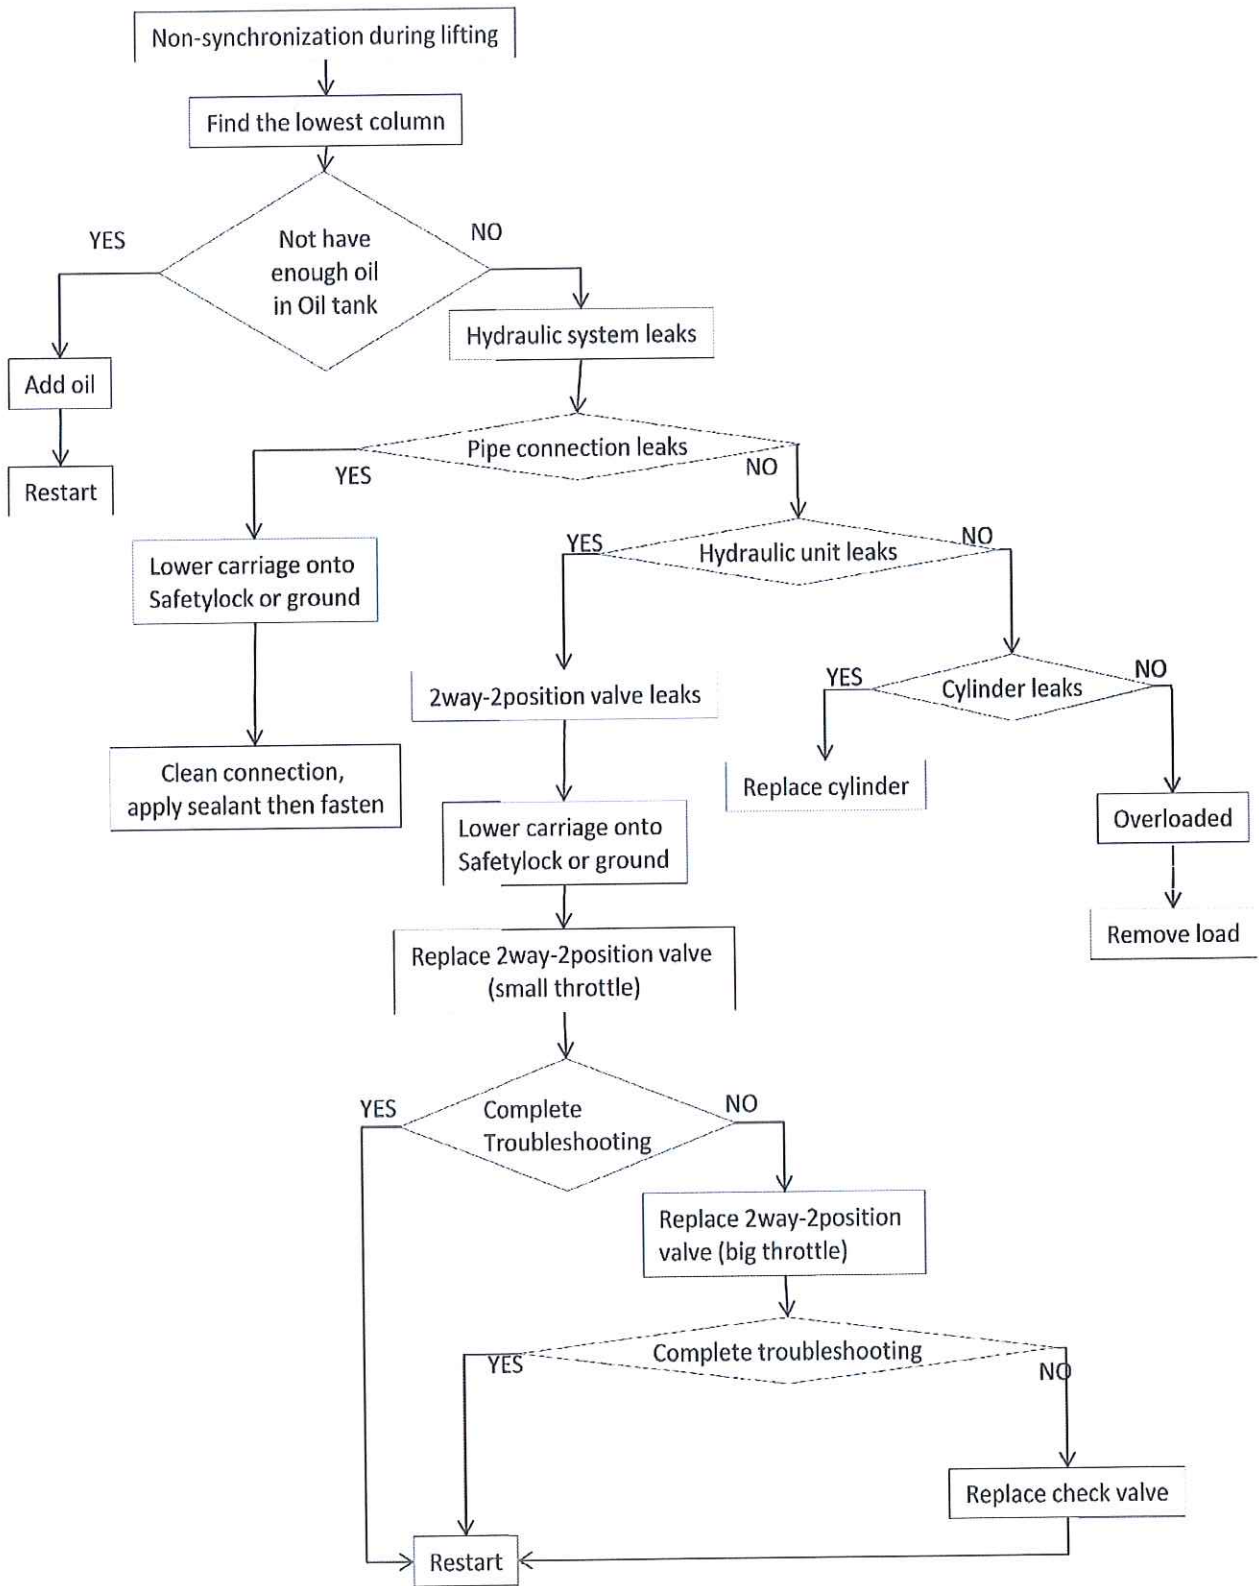

Fig 23.1
9.1.3.1. Kontroller først manuell senkeventil, .at denne er låst. Løsningen er å låse ventilen ved å trykke inn og vri i urets retning. Motsatt om den skal åpnes (Fig.21). Andre årsaker, konf Fig 23.1
- 9.3.1.3. Ihht feilsøking (Se Fig.23.1&23.2), skift respektiv ventil